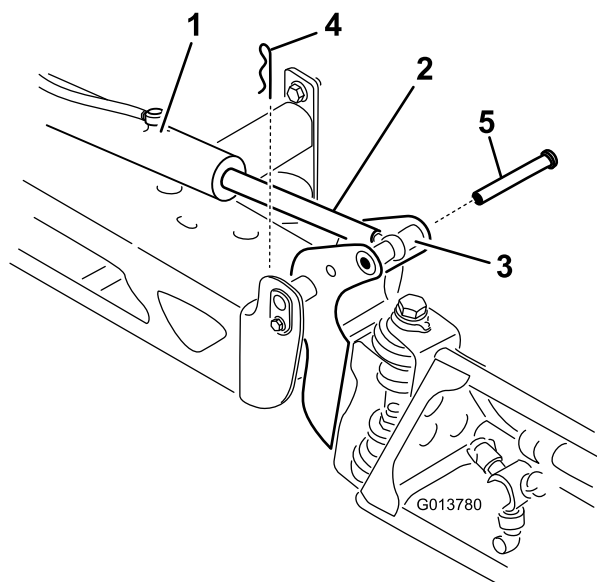

Figure 105
2. Retirez la goupille fendue de l'axe de pivot (Figure 105).
3. Élevez la rampe et retirez l'axe (Figure 105), puis abaissez lentement la rampe au sol.
9. Tout en maintenant la rampe, insérez l'axe dans le pivot de rampe et la tige de vérin (Figure 105).